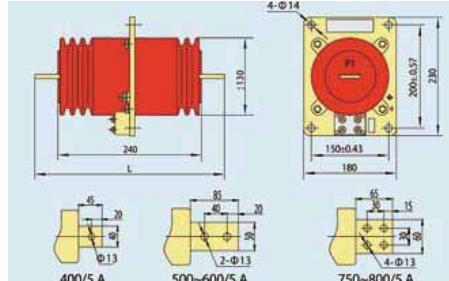

Рис. 6.2 Внешний вид и размеры трансформатора тока LAJ-10(Q) 400~800 А
6.2 Внешний вид и размеры трансформатора тока LAJ-10(Q) 400~800 А (см. рис. 6.2)